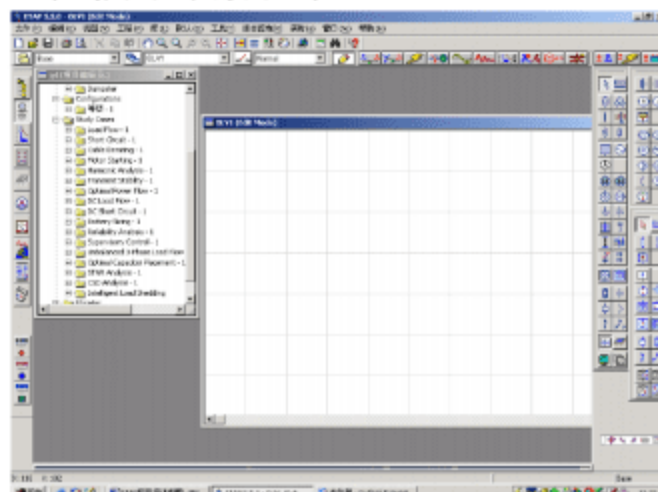

图1-4 ETAP 软件的编辑模式
- 4、点击“确定”，打开了ETAP 软件的编辑模式，如图1-4所示。下面对编辑模式界面作简单的介绍：